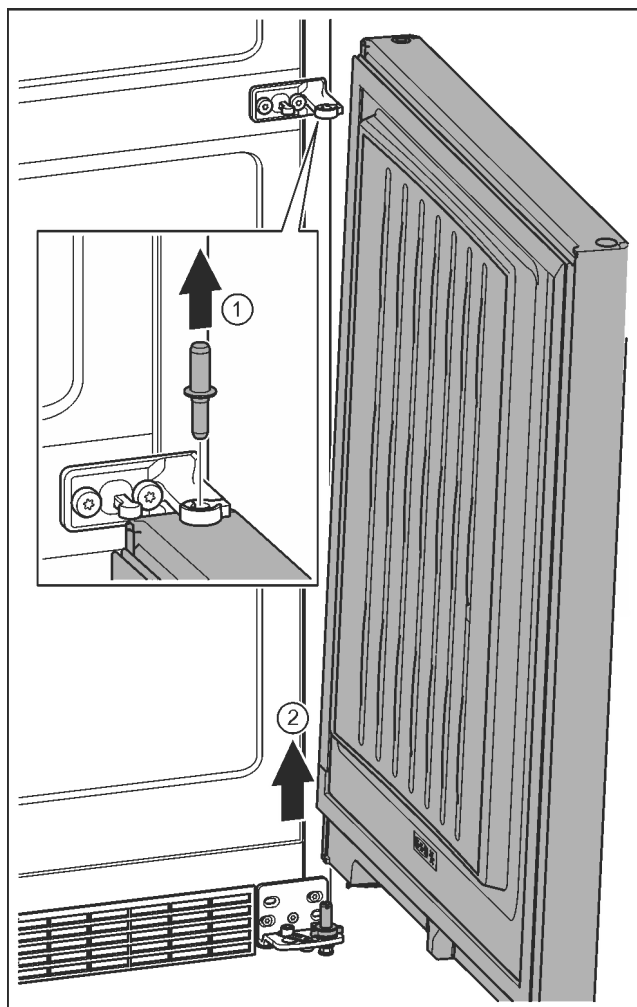

Fig. 10
- ▶ Čep vytáhněte nahoru. Fig. 10 (1)
- ▶ Dveře vysadíte, vytáhněte nahoru a odložte stranou. Fig. 10 (2)